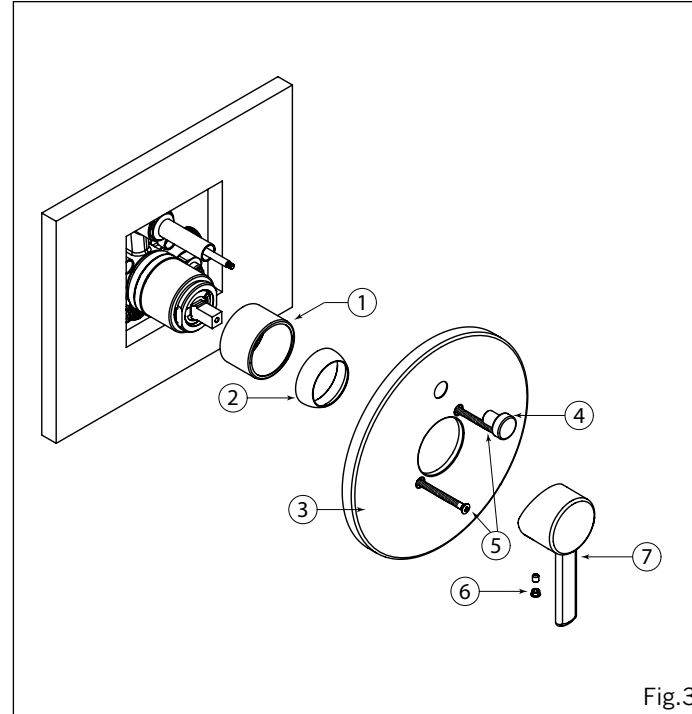

Fig.3
Insert the decorative sleeve (1) onto the cartridge holder (See Fig.3) then screw the dome cap (2) onto the valve body. Slide in trim around the valve body and press it firmly against the wall. Make sure the trim is properly aligned with red marking (HOT water) on the left and blue marking (COLD water) on the right. Fix the trim (3) with the 2 screws supplied (5), and screw the diverter button (4).
Insérer l'anneau décoratif (1) autour du manchon (Voir Fig .3). Ensuite, visser le capuchon en dôme (2) sur la valve. Glisser la plaque autour de la valve et l'appuyer fermement contre le mur pour bien la fixer. S'assurer que la plaque soit bien alignée afin que le trait rouge (eau CHAUDE) soit du côté gauche et le trait bleu (eau FROIDE) du côté droit. Fixer la plaque de finition (3) avec le 2 vis fournies (5) et visser le bouton du déviateur (4).